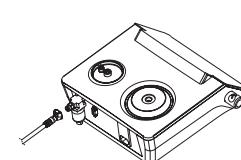

Figura 8.
- 2.6.2 Enchufe el conector del tubo de aire externo en el conector de entrada de aire de la parte posterior de la unidad principal (como se muestra en la figura 8).